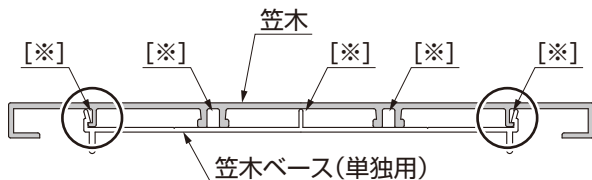

図5-1
- 笠木と笠木ベース(単独用)がしっかりかん合していること確認してください。(図5-1参照)